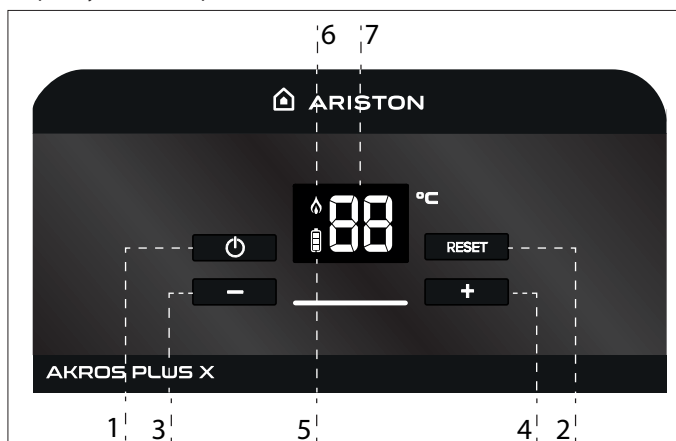

Figura 1 - Afișaj și butoane
- Pornire : apăsați butonul de pornire/oprire (vezi Figura 1 - Afișaj și butoane butonul nr.: 1)
- Oprire: apăsați butonul power on/off (vezi Figura 1 - Afișaj și butoane butonul nr.: 1)
Pentru a ilumina din nou afișajul, trebuie doar să apăsați o dată unul dintre următoarele butoane: nr. 2; 3 sau 4 (vezi: ) Figura 1 - Afișaj și butoane).
Atunci când semnalul de flacără este activat (a se vedea figura 1 - Afișaj și butoane - numărul 6), înseamnă că arzătorul pilot inițial și/sau arzătorul principal au flacăra aprinsă. Dacă semnalul de flacără este oprit (nu arată pe ecran) înseamnă că nu a fost detectată nicio flacără în arzătorul pilot și/sau arzătorul principal.
Afișajul aparatului (a se vedea figura 1 - Afișaj și butoane: Nr 7) poate afișa următoarele coduri de eroare: E1; E2; E3; E5; E6; E7 și E8.